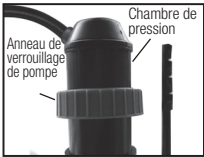

Figure 2
3) Desserrez l'anneau de verrouillage de la pompe et retirez tout l'assemblage de pompe du réservoir (figure 2).